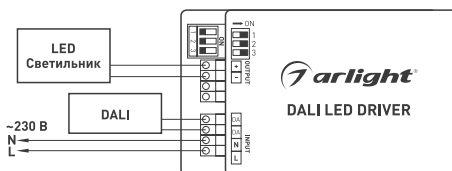

Рисунок 1. Подключение источника питания при использовании интерфейса DALI.
- 3.3. Подключите источник питания в соответствии с выбранной схемой управления (рис. 1–4). Строго соблюдайте полярность подключения!